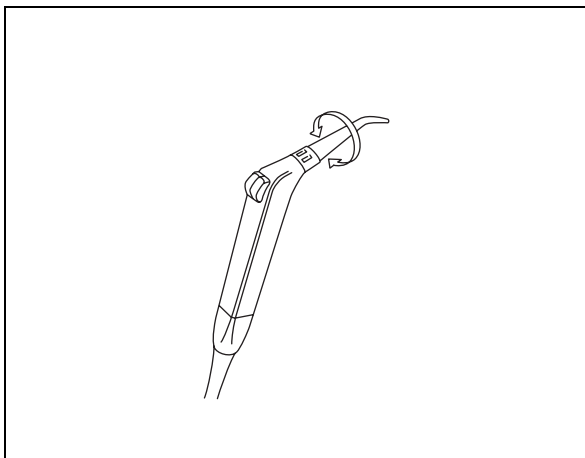

Abb. 18
- Wählen Sie die gewünschte Strahlrichtung durch Verdrehen der Düse (Abb. 18).